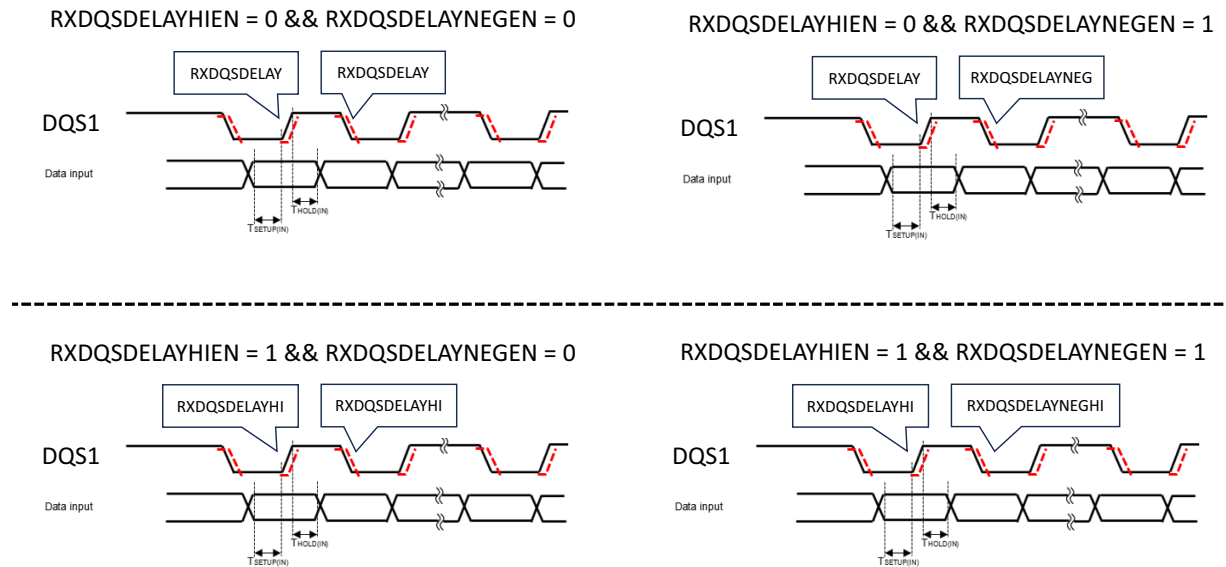

Figure 24. Hex DDR Mode with DQS - Read Delay Lines - Upper Data Byte DQS
Figure 24 shows DQS1 delay parameters in Hex DDR Mode with DQS, with respect to the upper input (RX) data byte under the following conditions: